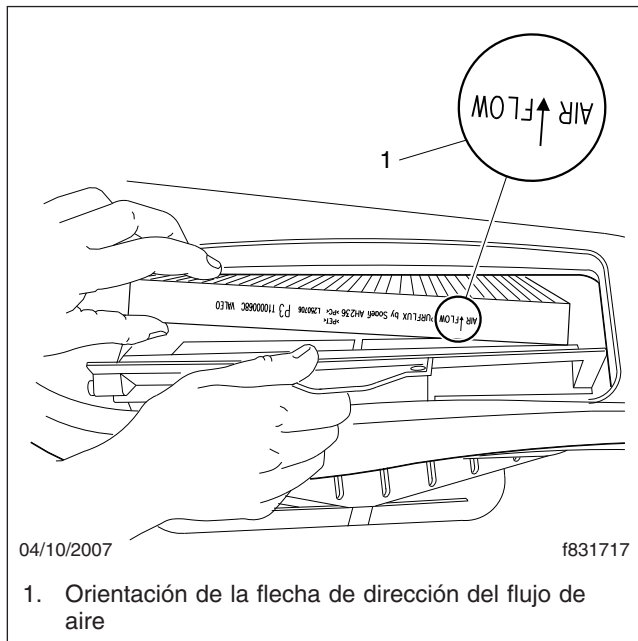

Figura 4, Flecha de dirección del flujo de aire
5. Retire el filtro de la bandeja. Observe la flecha que indica la dirección del flujo de aire en el borde del filtro. Cuando se instala correctamente, la flecha del flujo de aire apunta en la misma dirección que la marca en el borde frontal de la bandeja. Ambas apuntarán hacia la cabina. Vea la **Figura 4**.